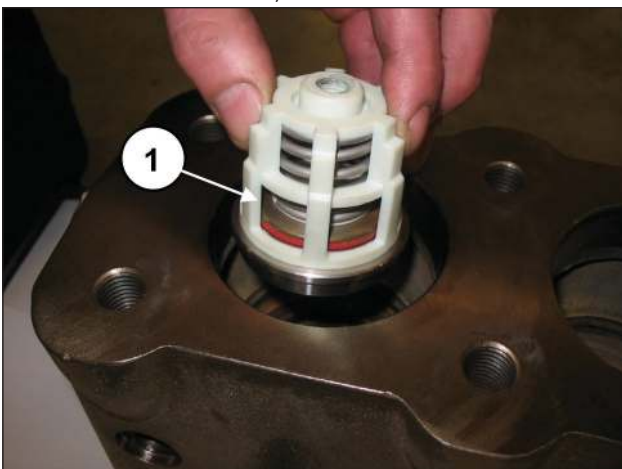
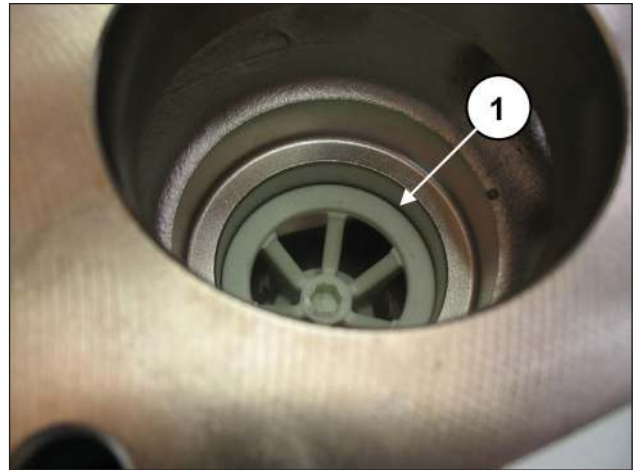

Abb. 104
Abb. 105
Setzen Sie die Saugventilgruppe (Pos. ①, Abb. 104) und anschließend das Distanzstück ein (Pos. ①, Abb. 105). Die komplette Ventilgruppe muss bündig eingesetzt sein und so erscheinen wie in Pos. ①, Abb. 105.